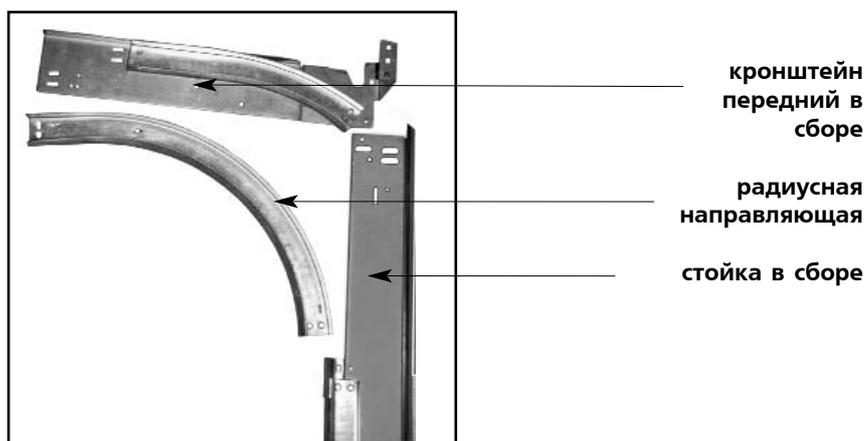

Рис. 10. Состав опорной стойки.
- 1) Собрать две опорные стойки (правую и левую), соединив между собой детали, входящие в их состав: кронштейн передний в сборе, стойка в сборе, радиусная направляющая (рис. 10).
- а) При помощи двух болтов соединить между собой кронштейн передний в сборе и стойку в сборе (рис. 10а).
б) При помощи четырех болтов закрепить радиусную направляющую (рис. 10б).
Рис. 10б.